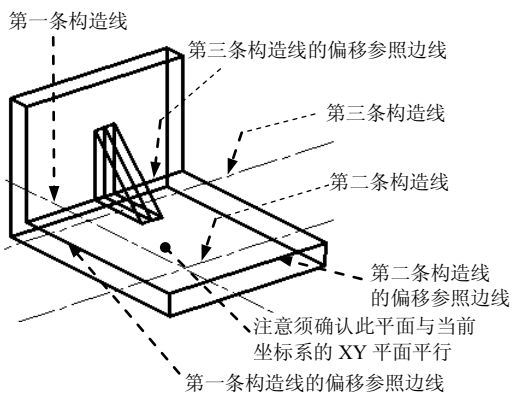
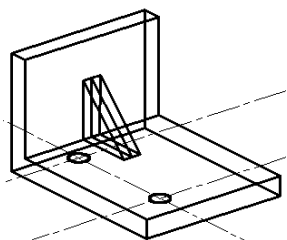
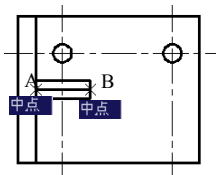

图 17.11.11 绘制三条构造线
图 17.11.12 绘制两个圆
图 17.11.14 捕捉选择“中点”
(1) 绘制图 17.11.11 所示的三条构造线。
① 因为所有二维对象的创建、编辑、标注等操作只能在坐标系的 XY 平面内进行，所以须确认此时的坐标系的 XY 平面与图 17.11.11 所示的模型平面平行，这样才能在此平面内创建构造线；在“图层”工具栏中选择“中心线层”图层；参照边线绘制第一条构造线；选择下拉菜单【绘图(D)】→【构造线(L)】命令，在命令行中输入字母 O 后按 Enter 键，接着输入偏移距离值 20 后按 Enter 键，单击图 17.11.11 中的第一条构造线的偏移参照，在该偏移参照边线右边的空白区域单击一点以确定偏移方向，按 Enter 键结束命令。
② 用相同的方法绘制第二条和第三条构造线，偏移距离值均为 15。
(2) 绘制图 17.11.12 所示的两个圆。将“图层”转换至“轮廓线层”图层；绘制第一个圆，选择下拉菜单【绘图(D)】→【圆(C)】→【圆心、直径(D)】命令，捕捉第一条构造线与第二条构造线的“交点”并单击，输入直径值 10 后按 Enter 键；绘制第二个圆，圆心为第一条构造线与第三条构造线的“交点”，直径值为 10。
(3) 镜像前面绘制的两个圆 (图 17.11.12)。为了方便镜像操作,先切换视点,选择下拉菜单 **视图(V)** → **三维视图(T)** → **前视(F)** 命令,此时的观察方位如图 17.11.13 所示;选择 **修改(M)** → **镜像(I)** 命令;选取步骤(2)中绘制的两个圆,按 Enter 键结束选择;捕捉选取图 17.11.14 中的中点 A 点和 B 点,在命令行中输入字母 N 后按 Enter 键。